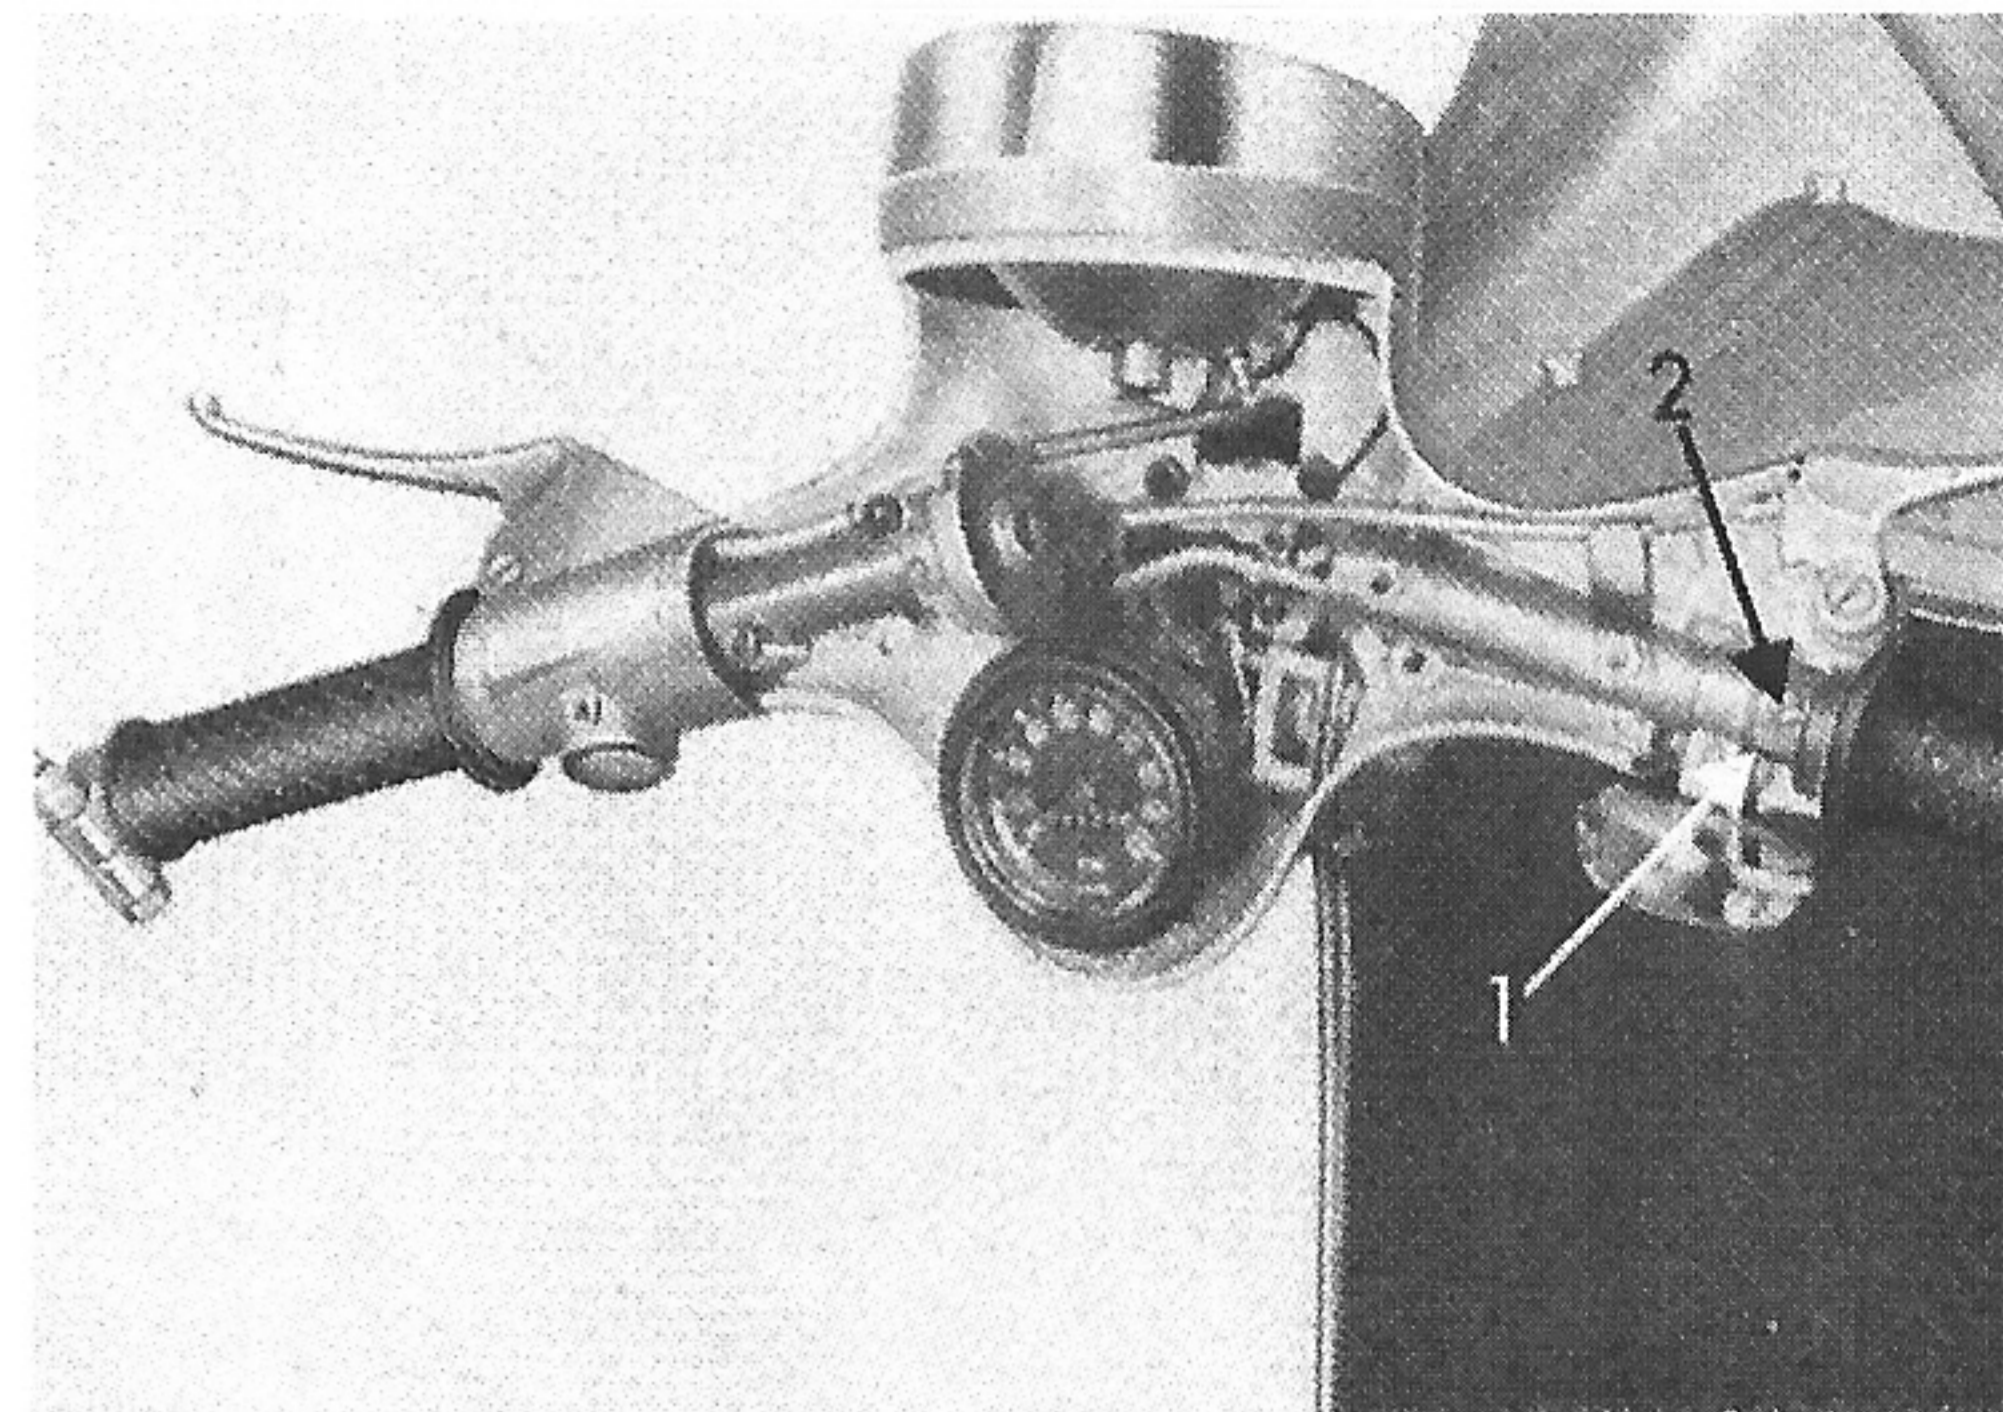

Bild 27
**Einstellen des Axialspieles am Gasdrehgriff** (s. Bild 27)